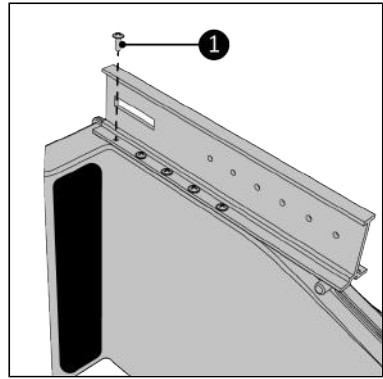

Abbildung 140.
- Schrauben Sie die Hauptschiene mit den zehn Schrauben 3,5 x 10 mm (Abbildung 140, Pos. 1) am Way-out fest. Stellen Sie sicher, dass alle Schraubenlöcher übereinstimmen.